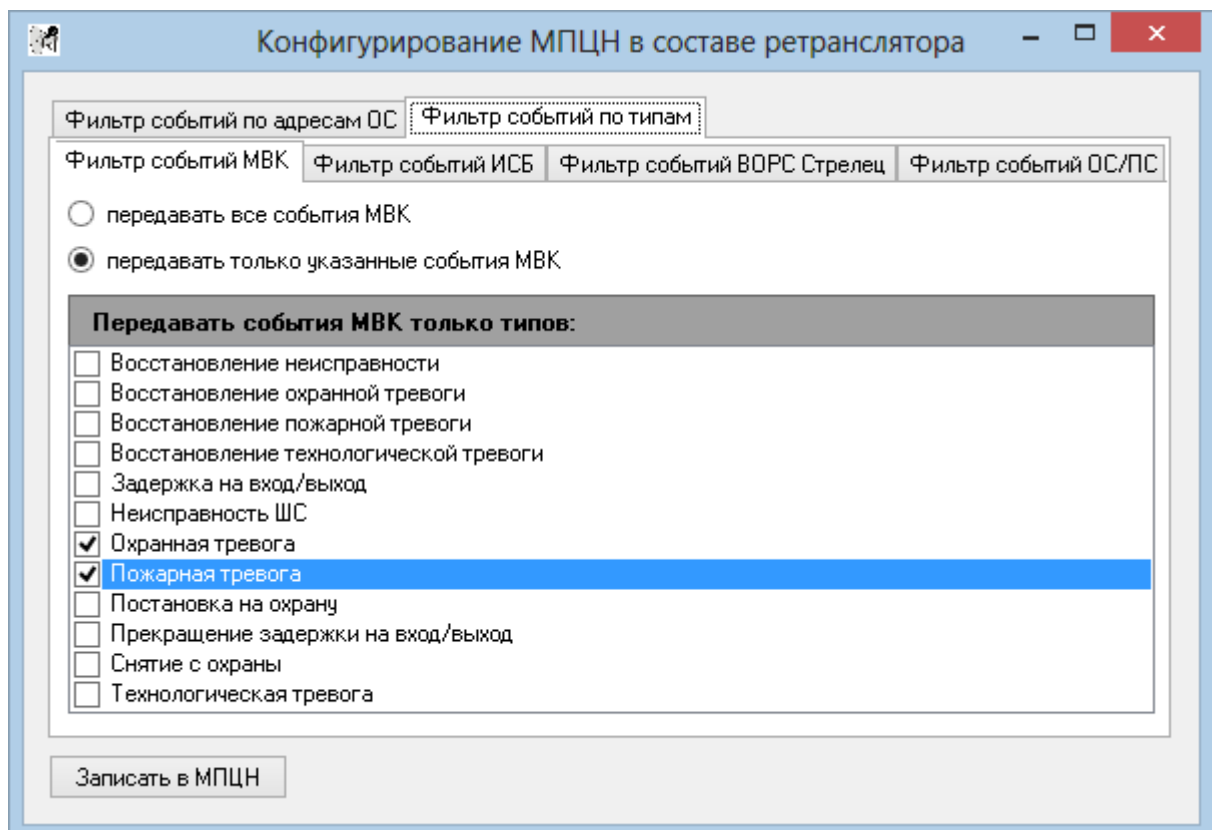

Рис. 58
- "Фильтр событий по типам" – предназначена для задания типов извещений, ретранслируемых в систему верхнего уровня (Рис. 58).